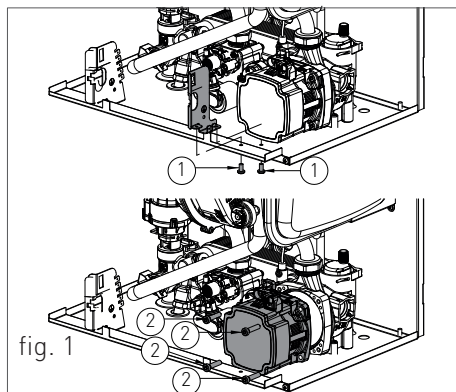

fig. 1
- › Svitare le quattro brugole '2' (vedi fig.1) ed estrarre il motore del circolatore.
- › Eseguire la pulizia della girante o la sostituzione del motore circolatore e rimontare i componenti procedendo in senso inverso rispetto alle operazioni di smontaggio (vedi fig.1).